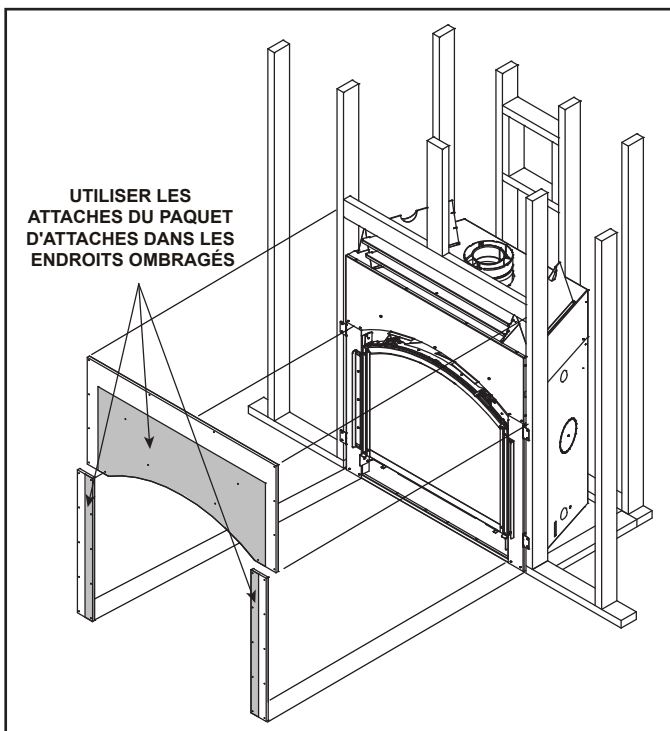

Figure 6.3 Montage du matériau de revêtement incombustible
- Centrez et attachez la planchette supérieure aux éléments de charpente (voir figure 6.3).
- Utilisez les attaches du paquet d'attaches (dans le sac du manuel) dans les zones assombries (Figure 6.3).
- Utiliser des vis normales pour panneaux de plâtre dans les zones qui ne sont pas en grisé (voir figure 6.3).
- Fixez à la charpente les pièces latérales de gauche et droite. (Voir la figure 6.3).